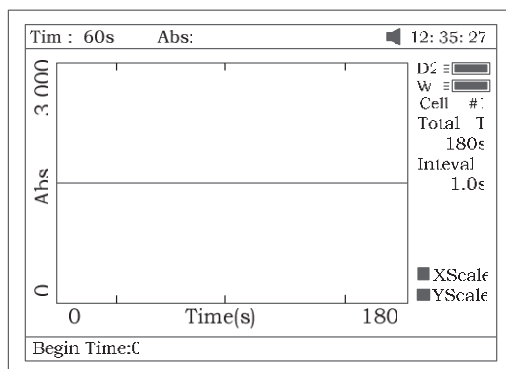
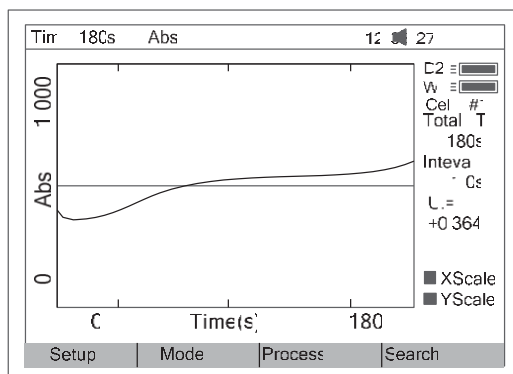

Fig 56
Fig 57
5. Pulse **F3** para procesar los datos e introduzca “Tiempo de inicio”, “Tiempo final” y “Factor” (Fig 56); el valor de I.U. será calculado y mostrado (Fig 57). La línea recta promedio entre el “Tiempo de inicio” y el “Tiempo final” será calculada. El gradiente de esta línea da la velocidad de cambio de $\Delta A/\text{min}$.